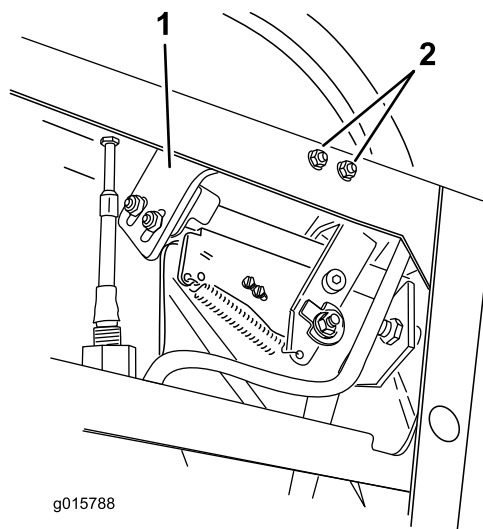

Bild 6
9. Entfernen Sie die rechte Halterung, an der der Initiator angeschlossen ist (Bild 6).